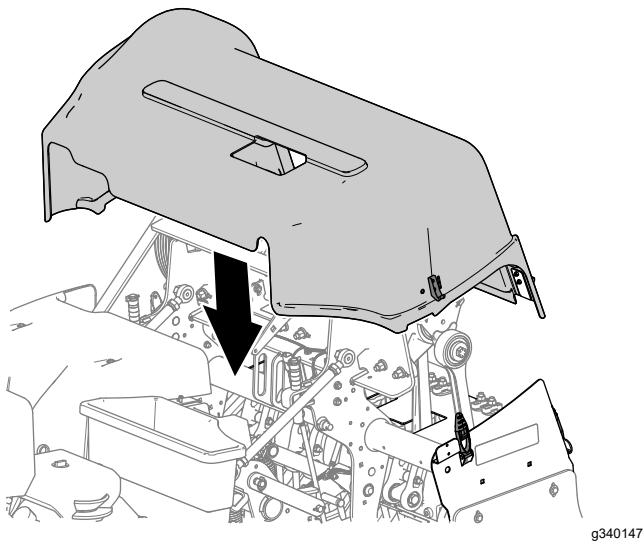

Bild 141
1. Richten Sie die Abdeckung des Aerifizierkopfs, wie in Bild 141 dargestellt, an der Maschine aus.